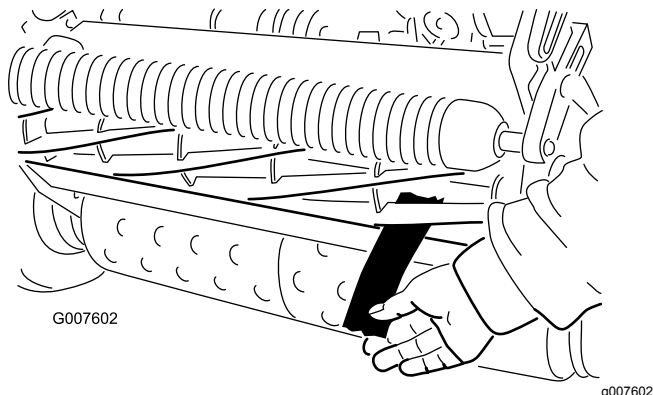

Figure 48
12. Contrôlez la performance de coupe en insérant une longue bande de papier de performance de coupe entre le cylindre et la contre-lame, perpendiculairement à la contre-lame (Figure 48). Faites tourner lentement le cylindre en avant ; il devrait couper le papier.